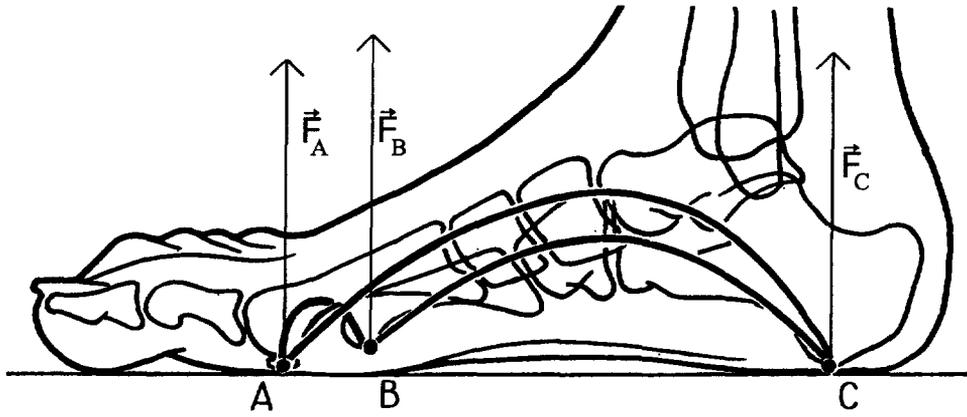

Figure 2
- 3.1- On admet que la force  $\vec{R}$ , peut se décomposer au niveau des appuis sur le sol en trois forces  $\vec{F}_A$ ,  $\vec{F}_B$  et  $\vec{F}_C$ . qui correspondent respectivement aux appuis antéro-interne A, antéro-externe B et postérieur C (voir figure 2) telles que :